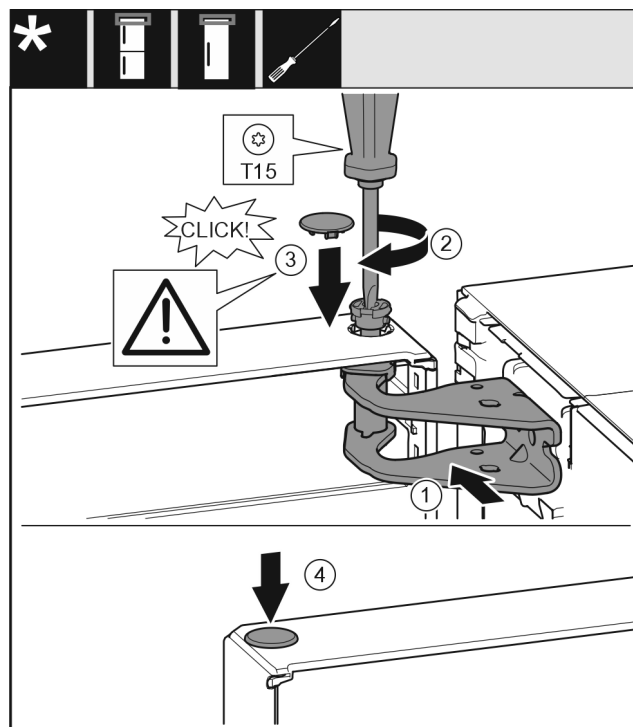

Fig. 21
- Aligner la porte en haut sur l'ouverture du support de palier *Fig. 21 (1)*.
- Insérer l'axe *Fig. 21 (2)* et le serrer avec un tournevis.
- Installer le couvercle *Fig. 21 (3)*.
- Vérifier que le couvercle *Fig. 21 (3)* repose bien sur la porte.
- Installer le couvercle *Fig. 21 (4)*.